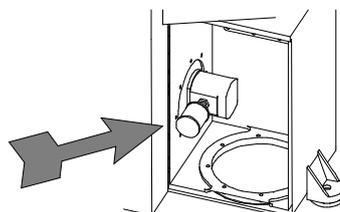

Abb. 21
**d)** Das Hydrauliköl der Maschine und den entsprechenden Filter (Code 01000133, Detailzeichnung 5-6-7) jeweils nach 8000 Arbeitsstunden auswechseln (Abb. 21);